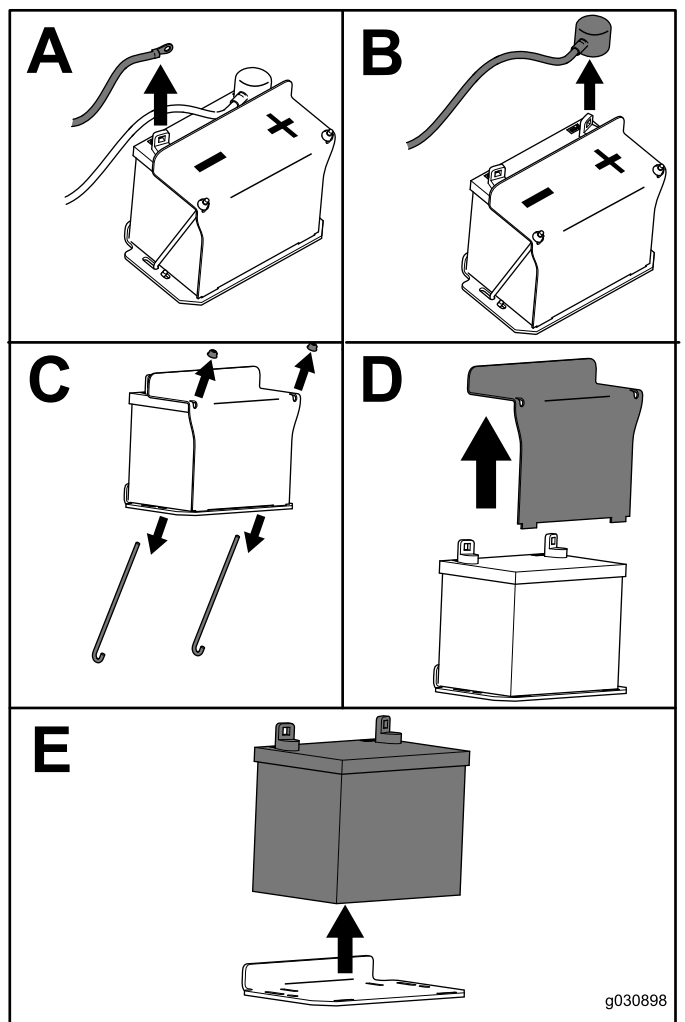

Figura 53
3. Remova a bateria como se mostra na Figura 53.